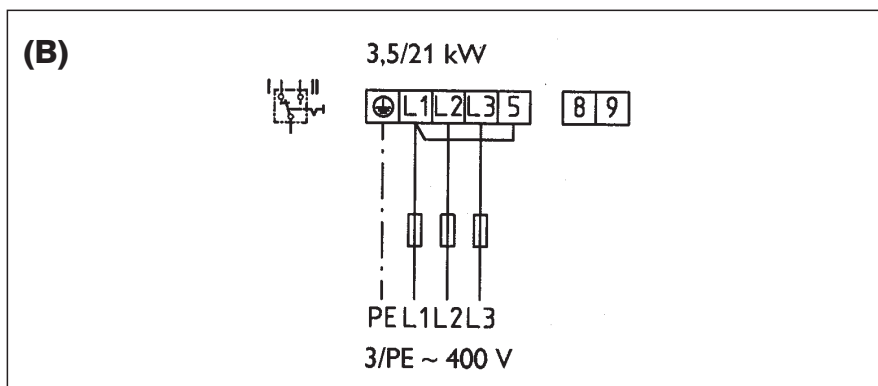

Fig. 11
(B) Funcionamiento como acumulador instantáneo, fig. 11